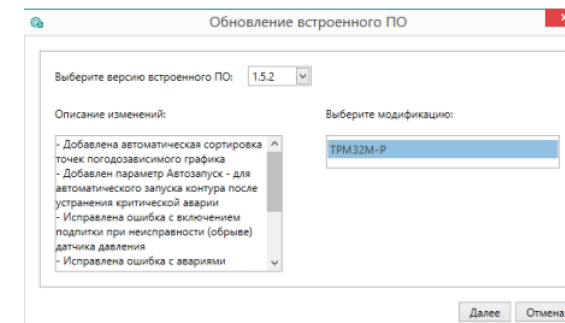

Рисунок 6.8 – Выбор алгоритма
3. Выбрать необходимую модификацию прибора (см. рисунок 6.8).